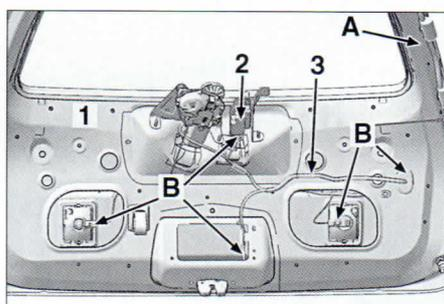

FIG. 40
- Desmontar (en la trampilla (1) (fig. 40):
- la cerradura de luna (2) (para desengrapar el